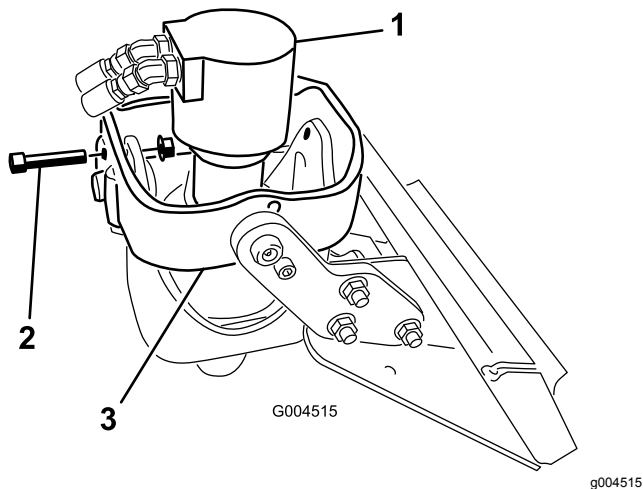

Bild 4
- B. Positionieren Sie den Antriebskopf vertikal, schieben Sie eine Schraube ($\frac{1}{2}$ " x $2\frac{1}{2}$ ") in die Löcher an den vorderen Wiegearmen und ziehen Sie die Schraube leicht mit einer Bundmutter ($\frac{1}{2}$ ") an, wie in Bild 4 abgebildet.